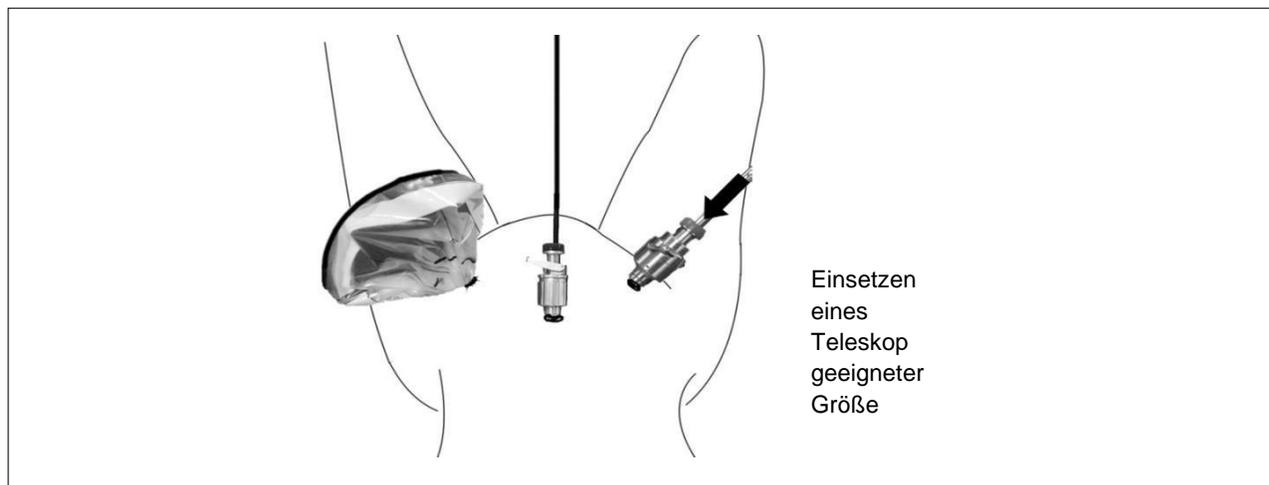

Abbildung 12: Einföhren des Teleskop durch den seitlichen Port
9.10 Entfernen Sie nun das Teleskop aus dem Umbilikalport und führen Sie sie durch den seitlichen Port ein (Abbildung 12).